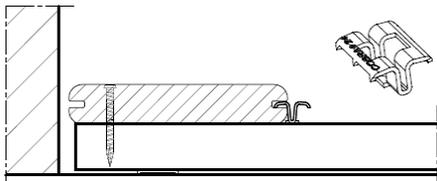

Figura 1
3. Deslizar los clips COBRA® en las ranuras y centrarlos sobre la travesía (**Figura 1**).
4. Encajar la plancha siguiente empezando por una extremidad y avanzando hacia la otra, a medida que se van colocando los clips en la ranura (**Figura 1 bis**). El clip COBRA® garantiza una distancia reglamentaria y mínima de 5 mm.
Figura 1 bis